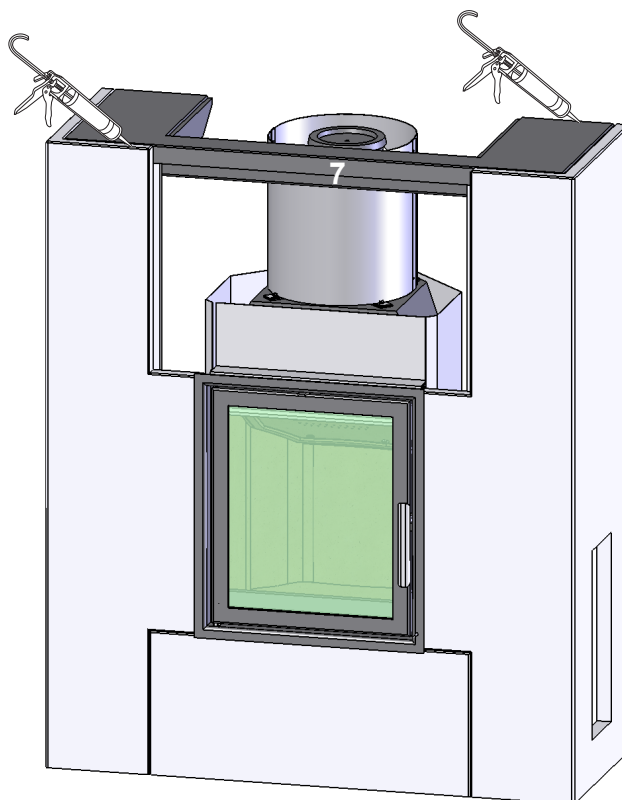

FIG 11^T
RYS. 11: Na czas schnięcia kleju, front (8) należy docisnąć do obudowy za pomocą taśmy maskującej lub drewnianej deski. Aby uzyskać estetyczny efekt końcowy, wszystkie łączenia należy wypełnić akrylem. Patrz rysunek Z. Łączenia nie powinny być wypukłe, lecz wyraźnie zaznaczone.